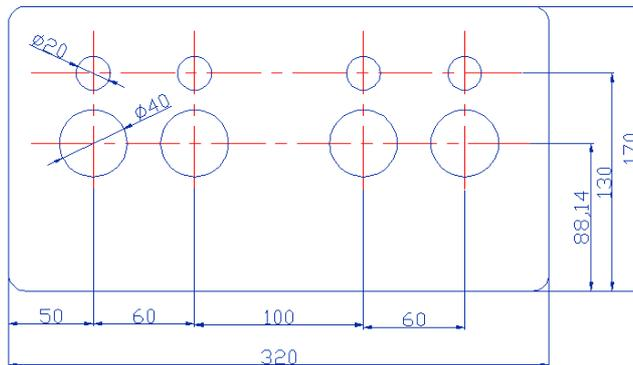

图 3-63 底板平面图
2. 绘制如图 3-63 所示的底板平面图，设置两个图层，图层 1 颜色为红色，线型为 CENTER，线宽为 0.2mm；图层 2 颜色为蓝色，线型为 CONTINUOUS，线宽为 0.5mm。